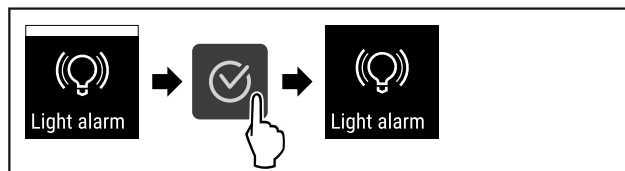

Fig. 120
- ▶ Obavite korake postupka (pogledajte Fig. 120) .